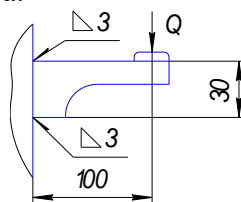

Рис. 7
7. Определить напряжения в швах сварной конструкции (рис. 7). Дано: $Q=8000 \text{ Н}$, $L=40 \text{ мм}$ – длина каждого сварного шва.